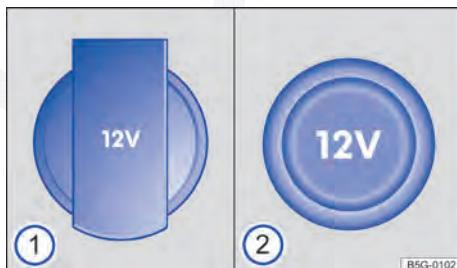

Fig. 118 Tomada 12 V dobrável (1), tomada 12 V com cobertura removível (2).
- Na parte inferior do console central ⇒ Fig. 118.
- No compartimento de bagagem ⇒ Fig. 118.